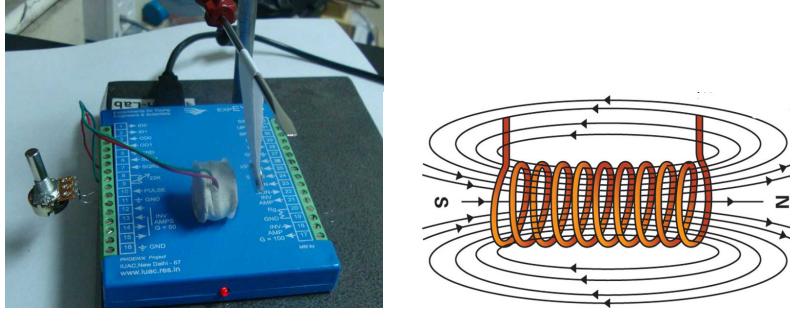

FIGURE 3.4 – (a) Solénoïde parcouru par un courant repoussant un aimant permanent. (b) Champ magnétique d'un solénoïde parcouru par un courant.
- Suspendre le pendule près du solénoïde comme montré à la figure 3.4
Le champ magnétique d'un solénoïde est montré à la figure 3.4. La direction du champ dépend de la direction du courant.